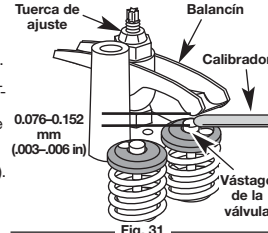

Fig. 31
- Gire la tuerca de ajuste con una llave de 8 mm (5/16 pulgadas) o una guía de tuercas (Fig. 31).